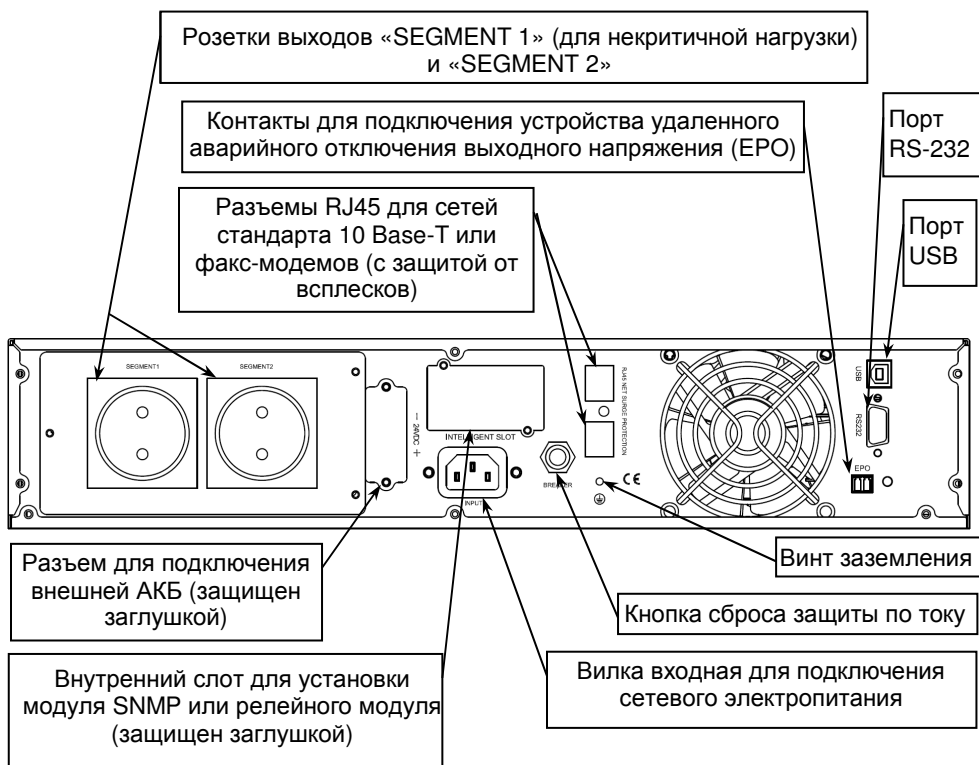

Рисунок 2 – Общий вид задней панели изделия
**На задней панели изделия** расположены: входной и выходные разъемы, разъем для подключения внешней аккумуляторной батареи, кнопка сброса срабатывания защиты по току (срабатывание защиты происходит при превышении уровня входного тока выше допустимого), вентиляторы охлаждения и разъемы коммутационных портов (см. рисунок 2).
Разместите изделие в шкафу и закрепите его на передних стойках. Соедините винт заземления изделия (см. рисунок 2) с контуром заземления телекоммуникационного шкафа перемычкой заземления (в комплект поставки не входит).
- Подключить к выходным розеткам изделия кабели питания нагрузок (см. рисунок 2).